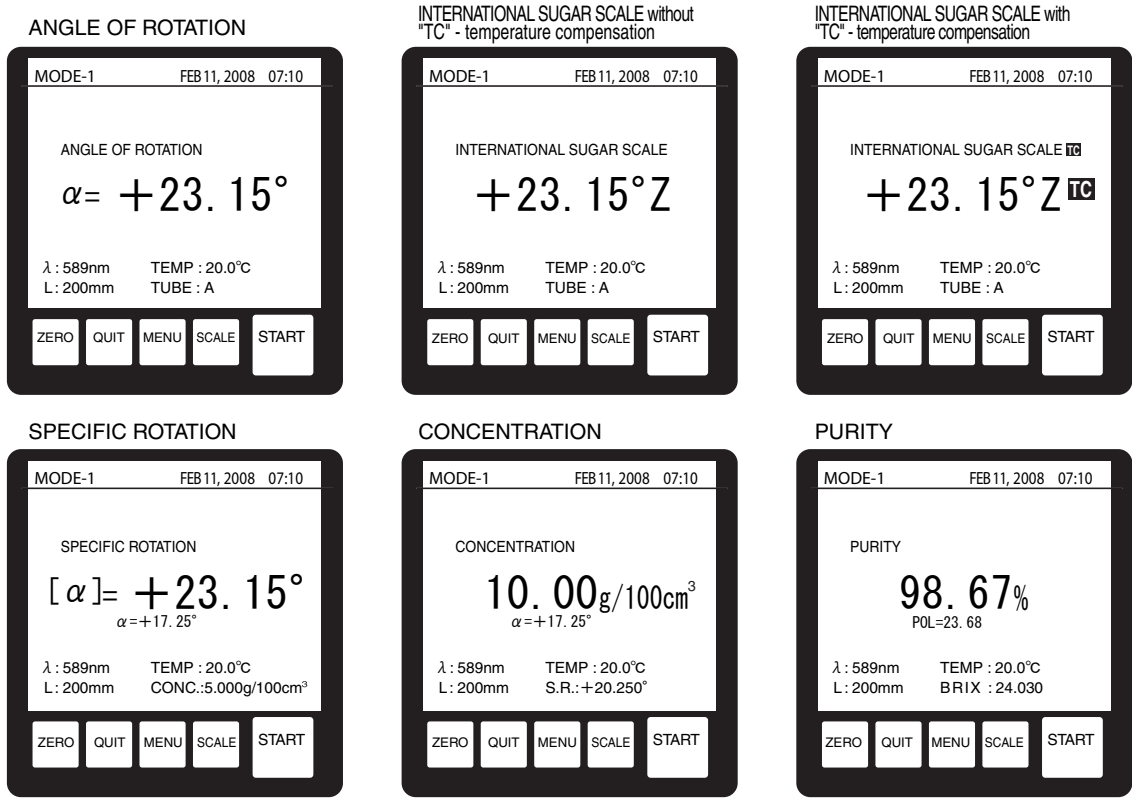

Fig.6-1
(1)-1 Without the Limit bar (Fig.6-1)